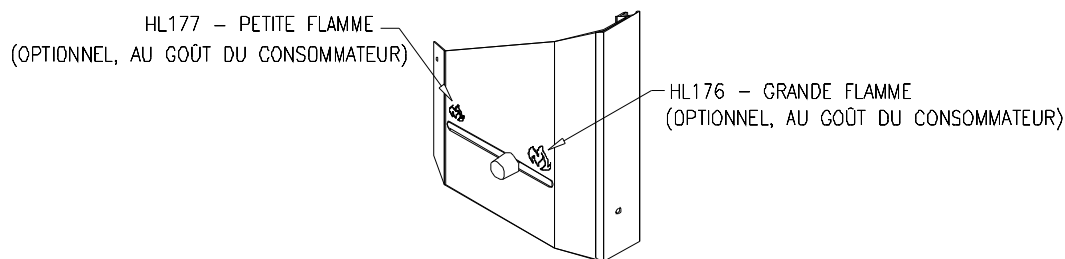

Figure 3.1
4. Ouvrez complètement la manette de tirage, située sur le côté droit de la plaque avant, en la glissant à fond vers la droite (Figure 3.1).